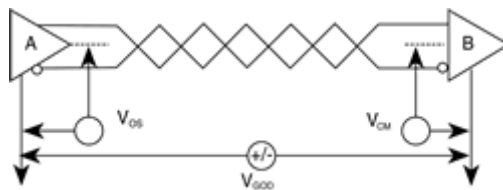

图 11
1. 共模干扰问题：正如前文已述，RS-422 与 RS-485 接口均采用差分方式传输信号方式，并不需要相对于某个参照点来检测信号，系统只需检测两线之间的电位差就可以了。但人们往往忽视了收发器有一定的共模电压范围，如 RS-422 共模电压范围为 $-7\sim+7V$ ，而 RS-485 收发器共模电压范围为 $-7\sim+12V$ ，只有满足上述条件，整个网络才能正常工作。当网络线路中共模电压超出此范围时就会影响通信的稳定可靠，甚至损坏接口。以图 11 为例，当发送驱动器 A 向接收器 B 发送数据时，发送驱动器 A 的输出共模电压为 V_{OS} ，由于两个系统具有各自独立的接地系统，存在着地电位差 V_{GPD} 。那么，接收器输入端的共模电压 V_{CM} 就会达到 $V_{CM}=V_{OS}+V_{GPD}$ 。RS-422 与 RS-485 标准均规定 $V_{OS}\leq 3V$ ，但 V_{GPD} 可能会有很大幅度（十几伏甚至数十伏），并可能伴有强干扰信号，致使接收器共模输入 V_{CM} 超出正常范围，并在传输线路上产生干扰电流，轻则影响正常通信，重则损坏通信接口电路。